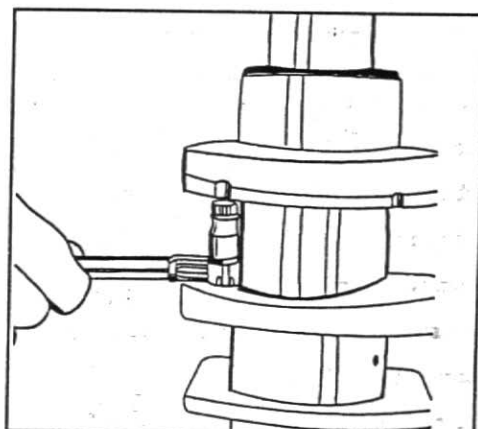

Fig. 4
6. Verifique com micrômetro o comprimento dos munhões e moentes. Comprimento do munhão nº 1 - padrão: $36,89 - 37,43 \text{ mm}$ ou $1,452 - 1,474 \text{ pol}$. Comprimento dos munhões nº 2, 4 e 5 - padrão: $39,24 - 39,34 \text{ mm}$ ou $1,545 - 1,549 \text{ pol}$, máximo de $39,47 \text{ mm}$ ou $1,554 \text{ pol}$. Comprimento do munhão nº 3 - padrão: $44,15 - 44,22 \text{ mm}$ ou $1,738 - 1,741 \text{ pol}$, máximo de $44,68 \text{ mm}$ ou $1,759 \text{ pol}$. Comprimento dos moentes - padrão: $40,35 - 40,42 \text{ mm}$ ou $1,5886 - 1,5934 \text{ pol}$, máximo de $40,55 \text{ mm}$ ou $1,5965 \text{ pol}$, fig.4.